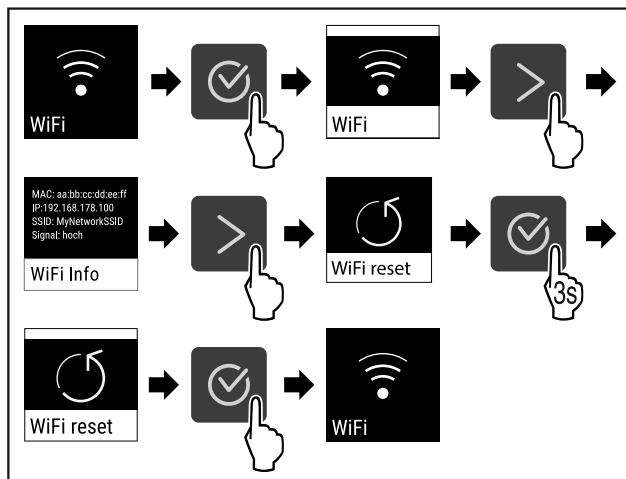

Fig. 87
- ▶ Vykonať kroky akcie (pozri Fig. 87) .